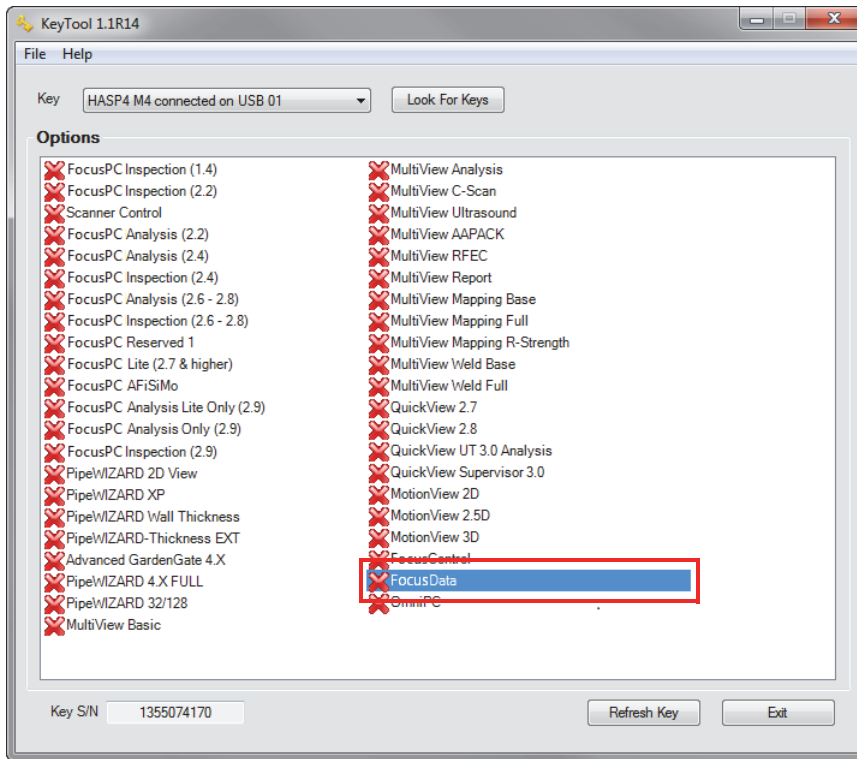

Figure 5-4 Fenêtre KeyTool affichant la licence FocusData
2. Vérifiez qu'une clé HASP contenant une licence FocusData est connectée à l'ordinateur et que l'ordinateur la reconnaît. Dans la barre de tâche Windows, cliquez sur **Start** (Démarrer), cliquez sur **All Programs** (Tous les programmes), cliquez sur **Evident NDT**, et puis cliquez sur **Keytool [Version Number]** (Outils [Numéro de version]) (voir la Figure 5-4 à la page 40).